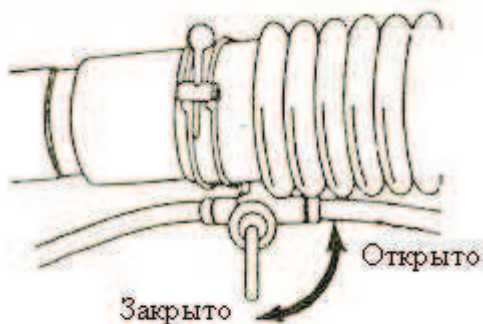

Рис. 8
- 1). При добавлении химикатов при работе бензинового опрыскивателя переключатель должен находиться в положении «Закрыто» (см. Рис. 8). При работе опылительная заслонка и топливный рычаг должны находиться в верхнем положении, в противном случае будет происходить выброс химикатов.